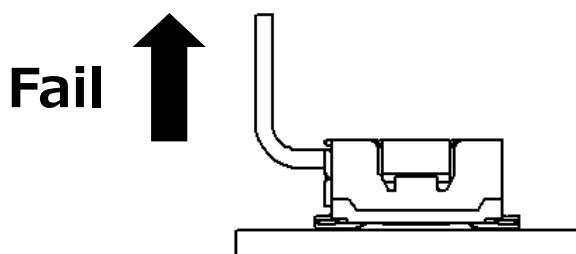

Fig. 3
- ・図3のようにケーブルを引っ張り上げ、コネクタの抜去を行わないでください。